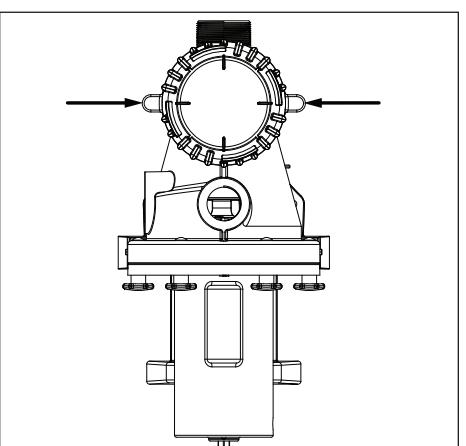

Figura 3 - Anillos de fijación
Libere toda la presión del filtro, la bomba y el sistema de tuberías, consulte el manual del propietario del filtro. En un sistema de succión inundado (fuente de agua a una altura mayor que la de la bomba), la bomba se cebará automáticamente cuando se abran las válvulas de succión y descarga. Si la bomba está ubicada por encima del nivel de agua normal de la piscina quite el ensamble del anillo y cubierta y llene lentamente el cesto y la bomba con agua. Limpie e inspeccione el anillo en O; vuelva a instalarlo en el colector. Vuelva a colocar el ensamble del anillo y la cubierta y gírelo hacia la derecha para apretar la cubierta (vea Figura 3).
El anillo de sujeción debe estar trabado con el cuerpo de la bomba. Presione hacia abajo y gire hasta que se sientan los topes internos. Las lengüetas alineadas correctamente como se muestran en la Figura 3, aseguran que la tapa está sujetada con seguridad. Si no se aprieta el anillo de sujeción como se indica se reducirá la resistencia del producto, dando como resultado una falla de los componentes y lesiones corporales.
- La tapa del canasto se debe girar y bloquear en su posición como se indica en la Figura 3.